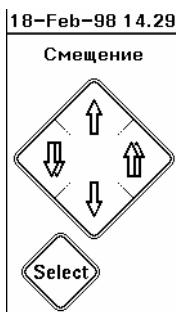

Рис. 44 Кнопки управления курсором в режиме вертикального смещения
- 5 Выберите во всплывающем меню пункт [Вид]. Затем выберите пункт <УСТАНОВИТЬ ВЕРТ. СМЕЩЕНИЕ>. Кнопки управления курсором поменяют свой вид (см. Рис. 44). Кнопки ВВЕРХ и ВНИЗ будут отображены одинарными стрелками, а ВЛЕВО и ВПРАВО – двойными.